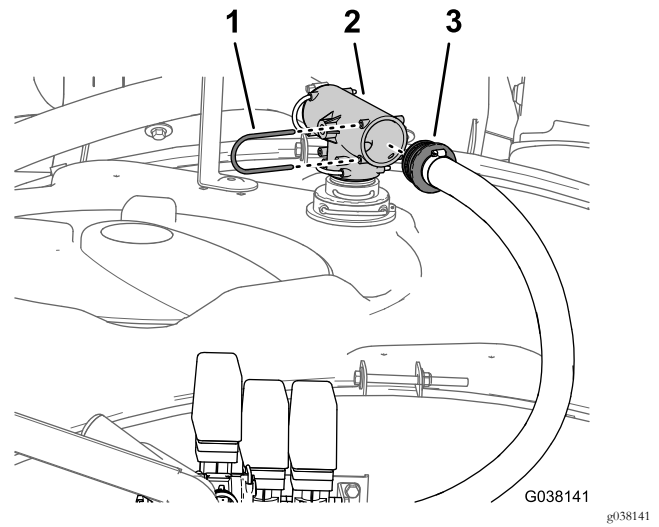

Figura 25
6. Retire el acoplamiento dentado recto del acoplamiento en T (Figura 25).
5. En la parte superior del depósito de fumigación, retire la horquilla de retención que sujeta el acoplamiento dentado recto de la manguera de desvío al acoplamiento en T (Figura 25).